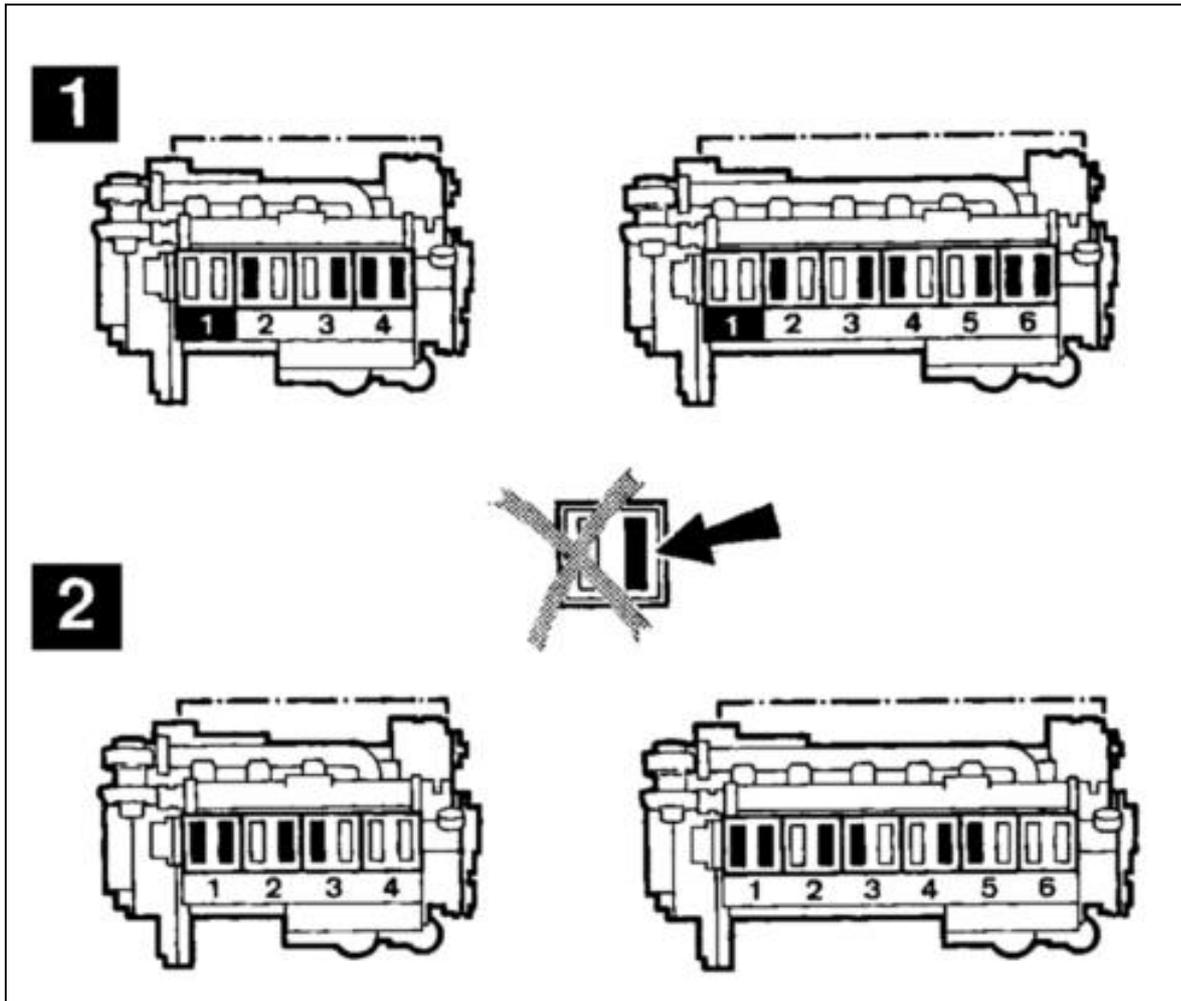

Fig. 73 Stellung der Ventile für die Prüfung
2. Nun das Ventilspiel der Ventile, die in Fig. 73 schwarz markiert sind, überprüfen.